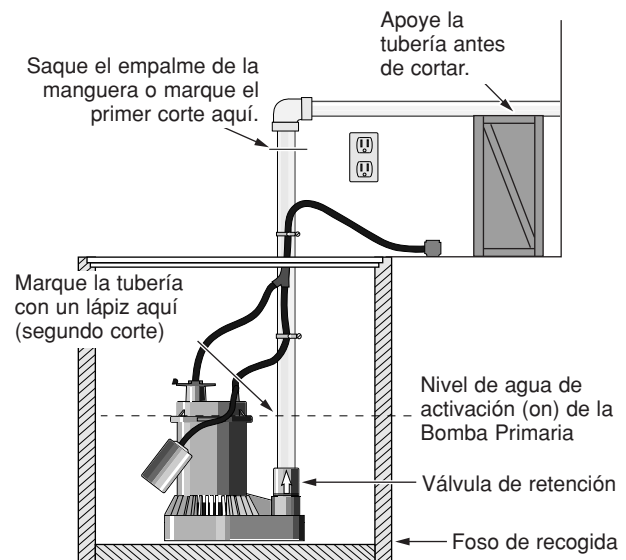
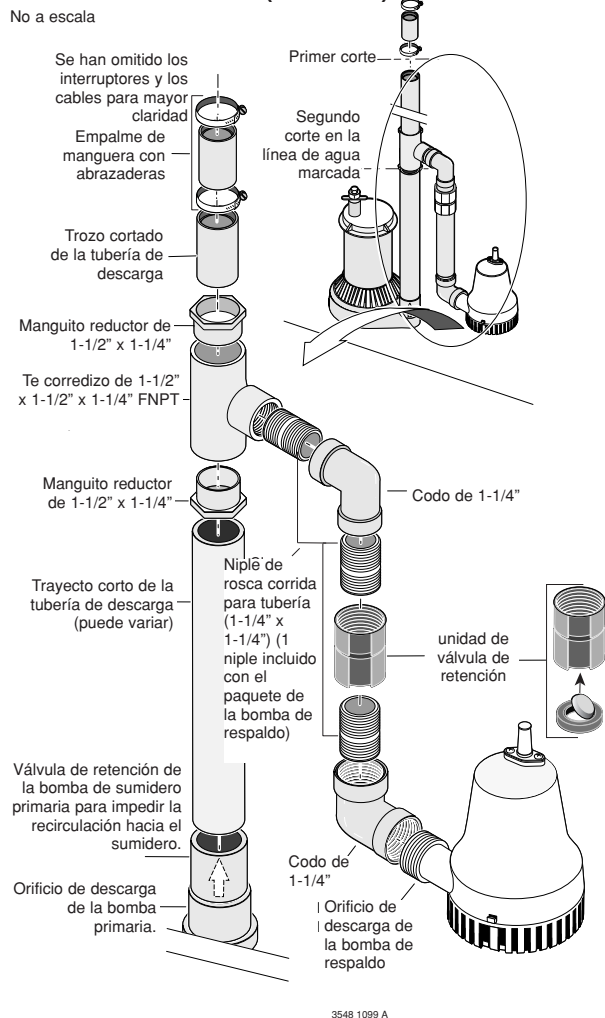

Figura 1 – Marque y corte el tubo según se ilustra
Figura 2 - Diagrama de instalación - Método A
1. Ubique el nivel del agua de activación ("on") de la bomba de sumidero primaria. Marque esta ubicación en el tubo de descarga con un lápiz. Consulte la Figura 1.
El método recomendado sugiere la instalación de ambas bombas sobre el piso del foso de recogida. Consulte la Figura 2. El diámetro mínimo que se requiere para el depósito de recogida en el fondo del foso y la profundidad recomendada del depósito de recogida es de 18 pulgadas.
- Haga el segundo corte en la tubería de descarga a nivel de la marca de lápiz según se ilustra en la Figura 1, página 28 y en la Figura 2, página 29. Limpie los extremos del tubo con una toalla de tela y deje a un lado el trozo cortado de la tubería de descarga.
1. Haga un segundo corte en el tubo de descarga en donde marcara con lápiz en el primer paso, y coloque el trozo cortado del tubo de descarga a un lado. Consulte la Figura 2.